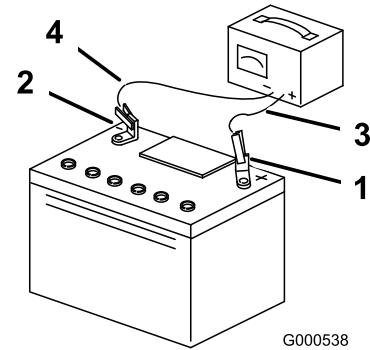

Figura 50
5. Cuando la batería esté completamente cargada, desconecte el cargador del suministro eléctrico, y desconecte los cables del cargador de los bornes de la batería (Figura 50).